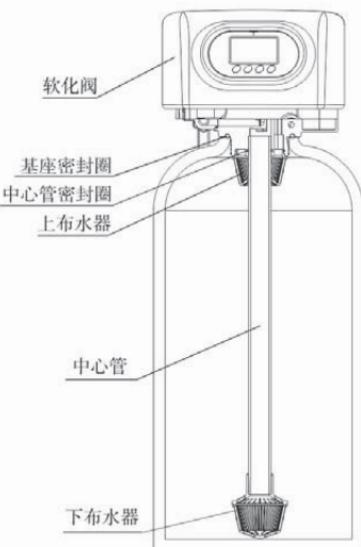

图1-1
① 安装控制阀
- a、按图1-1所示，选取外径为26.7mm的中心管，把中心管与下布水器用胶封固。放入罐体底部，将超过罐口部分的中心管截断并外部倒圆。